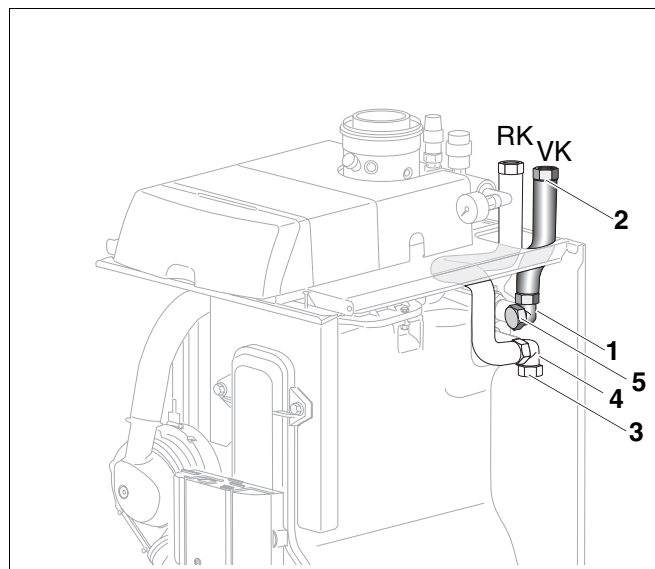

Abb. 11 Vorlaufrohr montieren
- Das Vorlaufrohr (Abb. 11, **Pos. 2**) mit vormontiertem O-Ring in den Vorlauf-Winkelverteiler (Abb. 11, **Pos. 1**) stecken und Überwurfmutter am Vorlaufrohr mit Vorlauf-Winkelverteiler handfest verschrauben.
- Prüfen Sie ob beim Vor- und Rücklauf-Winkelverteiler (Abb. 11, **Pos. 1** und **4**) die Kappen (Abb. 11, **Pos. 3** und **5**) montiert sind, wenn Sie keinen Speicher-Wassererwärmer S135 oder S160 unter dem G135 montieren.